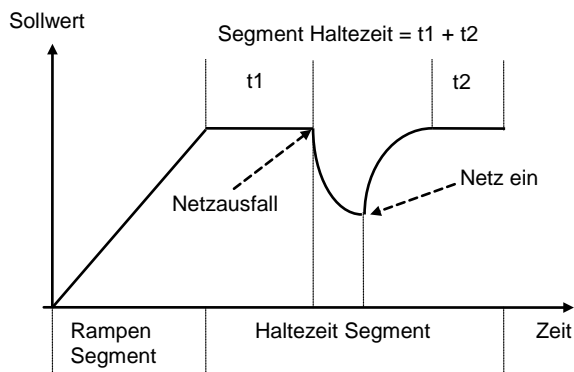
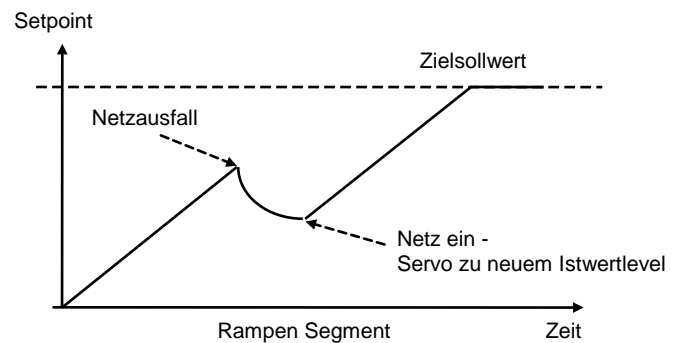

Abbildung 33: Netzausfallstrategie cont
Abbildung 34: Netzausfallstrategie rmP.t
**Haben Sie `rmP.b` gewählt**, startet der Sollwert nach dem Netzausfall beim Istwert und steigt zum Zielsollwert des aktiven Segmentes. Dabei hat der Sollwert die Rampensteigung, die zuletzt im Programm verwendet wurde. Diese Strategie bietet Ihren Prozess einen „weicheren“ Wiedereinstieg in das Programm. Die folgenden zwei Abbildungen zeigen das entsprechende Verhalten: Abbildung 33 zeigt einen Netzausfall während eines Haltezeit Segments, Abbildung 34 zeigt einen Netzausfall während eines Rampen Segments.